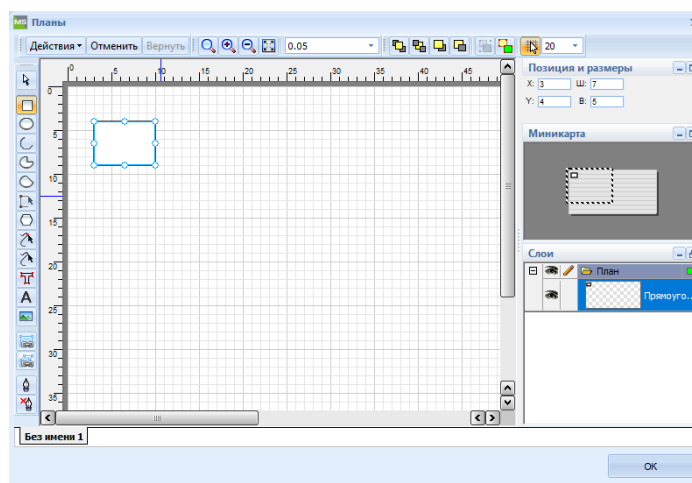

Рисунок 28.5 –Добавление плана группе
в) При необходимости добавить план, нажав кнопку «План». При создании плана откроется окно графического редактора. На плане могут быть размещены графические примитивы и ссылки на сервера или группы серверов. Для размещения ссылки используются кнопки  «Ссылка прямоугольной формы» и  «Ссылка произвольной формы» панели рисования (рисунок 28.5). Процесс размещения ссылок аналогичен процессу размещения зон на плане в ПО «Администратор» (6). При необходимости, можно загрузить подложку в виде картинки и ввести текст.